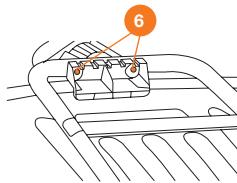

Рис. 3
- Установите корпус измельчителя на раму и зафиксируйте саморезами **6** с обеих сторон измельчителя (Рис. 3).